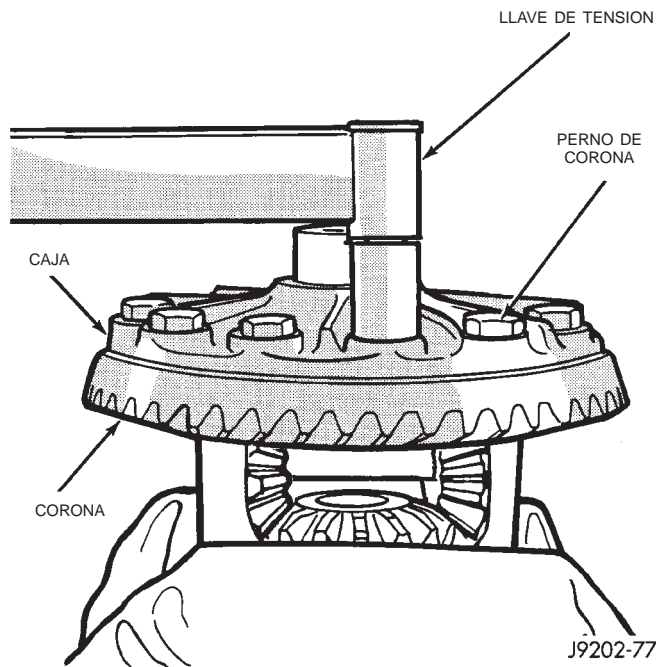

Fig. 43 Instalación de los pernos de la corona
- (1) Invierta la caja del diferencial y comience a enroscar dos pernos de la corona. Esto permitirá alinear la caja con el orificio del perno de la corona.
- (2) Invierta la caja del diferencial en la mordaza.
- (3) Instale los pernos nuevos de la corona y apriételos de forma alterna hasta alcanzar una torsión de 129-142 N·m (95-105 lbs. pie) (Fig. 43).
- (4) Instale el diferencial en la caja del eje y verifique el engrane y el patrón de contacto de los engranajes.